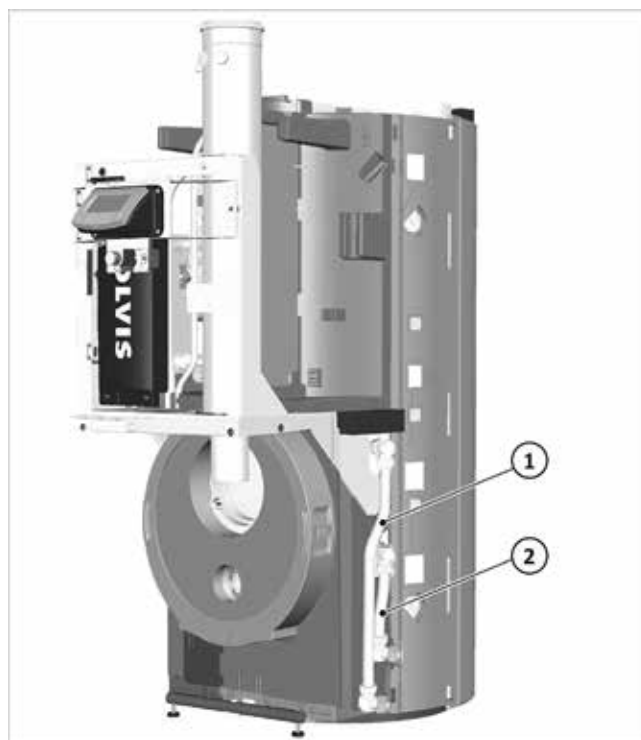

Fig. 35: Attacco H-VL (1) / H-RL (2) per SCR esterna
1. Smontare entrambi gli angoli sull'attacco di mandata e ritorno del riscaldamento (vedere ➔ fig. 35, pag. 19).